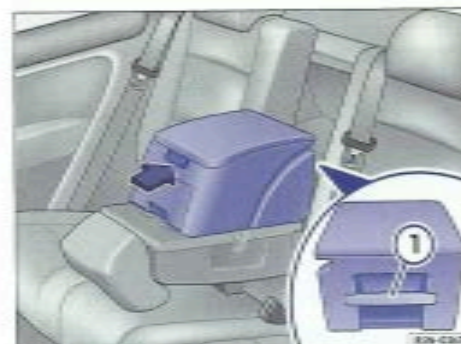

Fig. 115 Sur l'accoudoir central arrière : boîte multifonction.
- Pour la dépose, fermez le couvercle et le porte-boissons. Appuyez sur la touche de déverrouillage située sous la poignée → fig. 115 ① puis retirez la boîte multifonction vers le haut.
- Pour ouvrir la boîte multifonction, appuyez sur la touche → fig. 115 (flèche) puis relevez le couvercle.
- Pour fermer la boîte, rabattez le couvercle vers le bas → ②.